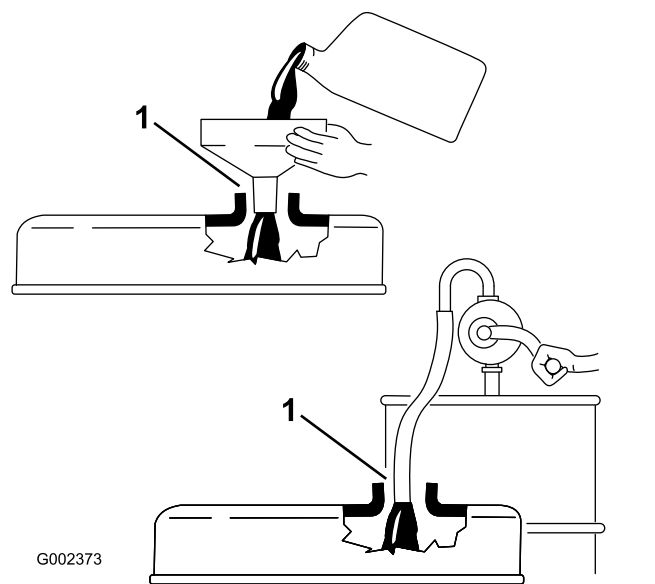

Figura 22
**Importante:** Rimuovete l'asta di livello mentre versate l'olio nel motore. In caso di aggiunta o rifornimento di olio, vi deve essere gioco tra il dispositivo e il foro di riempimento dell'olio nel coperchio della valvola, come mostrato in Figura 22. Il gioco è necessario per consentire l'aerazione durante il riempimento, prevenendo l'eccesso di olio nello sfiatatoio.